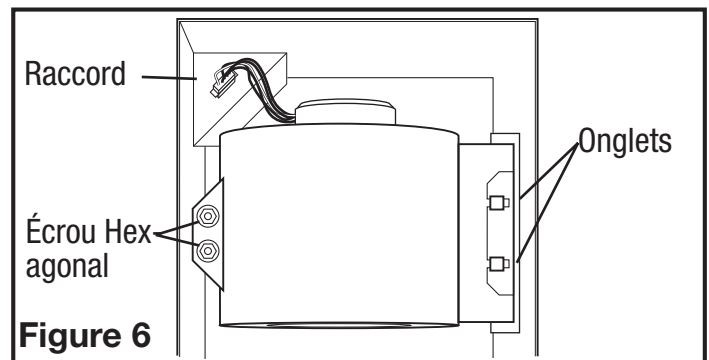

Figure 6
- 1b. Compartiment de Câblage Intérieur: Enlever les trois vis retenant en place l'assemblage de la soufflante et soulever pour sortir l'assemblage hors du châssis (Figure 6). Enlever la vis du couvercle du compartiment à câblage et mettre ce couvercle dans un endroit fiable (Figure 7).